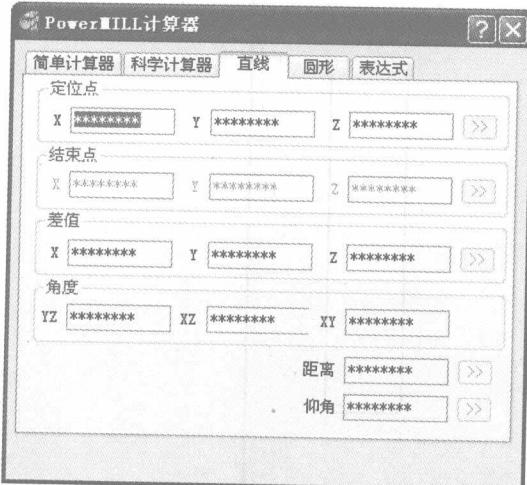
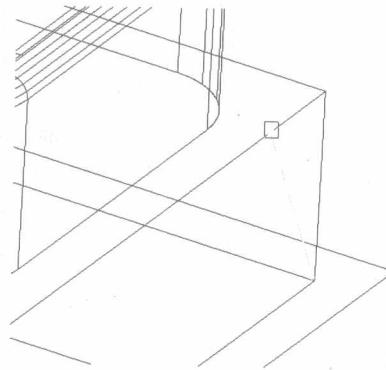

图 1-26 “PowerMILL 计算器”对话框
图 1-27 放大区域框选测量点
3) 单击视图查看工具栏,选择“放大”按钮 + 将模型放大,单击视图查看工具栏中的“普通阴影”按钮 ○ ,将模型不使用阴影着色而只使用线框着色;再单击主工具栏中的“测量模型”按钮 ■ ,弹出如图 1-26 所示“PowerMILL 计算器”对话框,单击“直线”选项卡,在图形域中用鼠标框选各台阶面,如图 1-27 所示,测得各台阶面差值为 10mm 左右。